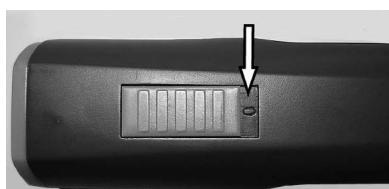

Fig. 4 Interrupteur posición DESCO. ("0")
1. Examine los contactos de la esquiladora (1) y de la batería (2) a cuerpos extraños y ensuciamientos.
2. Asegúrese que el interruptor de la esquiladora está en posición DESCO ("0") (fig. 4).
3. Inserte la batería (2) en la esquiladora (3) hasta que el enclavamiento de batería (1) enclava de los dos lados.
4. Meta la esquiladora con la batería (1) o batería de reserva (2) insertada sin fuerza de arriba en la concavidad de carga prevista.
6. La batería carga. Durante la carga, el piloto de control (3) es encendido rojo. Una vez que la batería se ha cargado un 90%, la luz testigo cambia a verde y el cargador comuta a "carga de mantenimiento".
1. Meta el interruptor a la posición DESCO "0" (fig. 4).
2. Apriete el enclavamiento de batería (2) de los dos lados hacia el interior y retire la batería (1) de la esquiladora.
3. Inserte la batería cargada (1) en la esquiladora (2) hasta que el enclavamiento de la batería haya encajado de los dos lados.